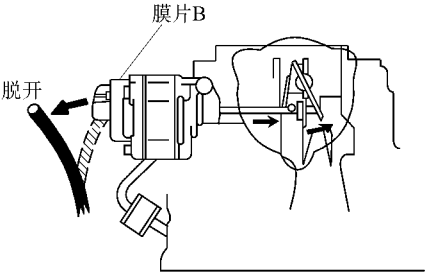

图 2-56 从 CB 的膜片 B 上脱开真空软管，
(8) 检查阻风门开度限制器 (CB) 系统 (双膜片式)。预热发动机到正常的工作温度，从 CB 的膜片 B 上脱开负压软管，检查阻风门连接杆是否返回，然后再重新连接负压软管，关闭发动机，如图 2-56 所示。
(9) 检查阻风门强制开启阀 (CO) 系统。